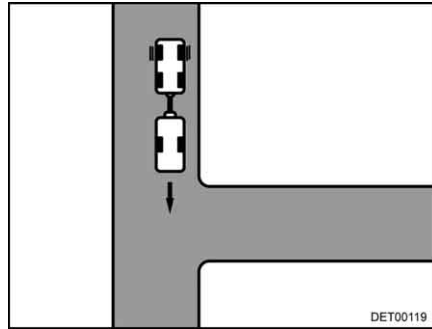

Fig. 12 Manœuvre à effectuer
- Se déplacer vers l'entrée, jusqu'à ce que l'arrière de la caravane se trouve, à peu près, à la hauteur de l'entrée (Fig. 12).